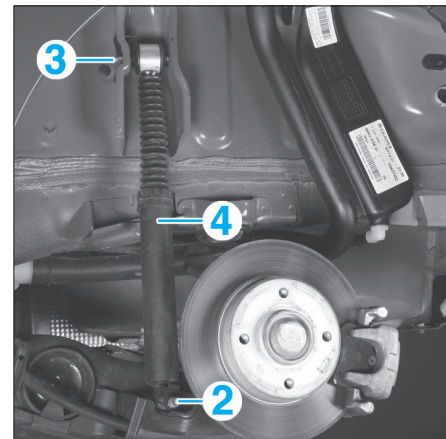

FIG. 44
- la vis inférieure (2) d'amortisseur (Fig.44),
- la vis supérieure (3) d'amortisseur,
- l'amortisseur arrière (4).